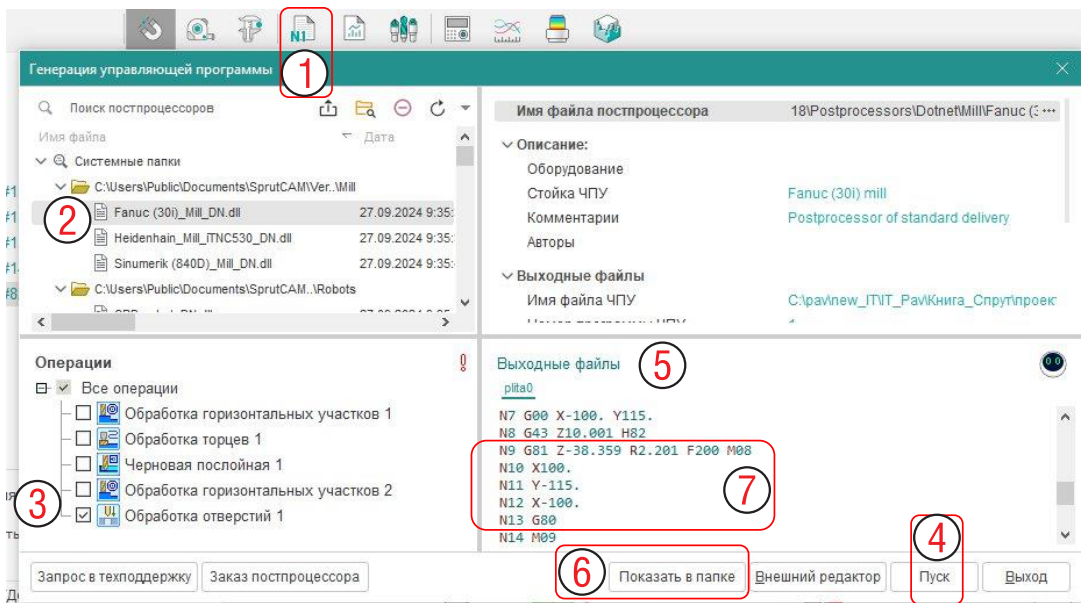

Рис. 4-4. Постпроцессирование операции обработка отверстий.
Для этого нажмите на иконку Постпроцессор (1 на рис. 4-4), в появившемся диалоговом окне выберите постпроцессор для системы ЧПУ Fanuc (2). В окне операции снимите птички со всех операций, кроме сверления (3), и нажмите кнопку Пуск (4).